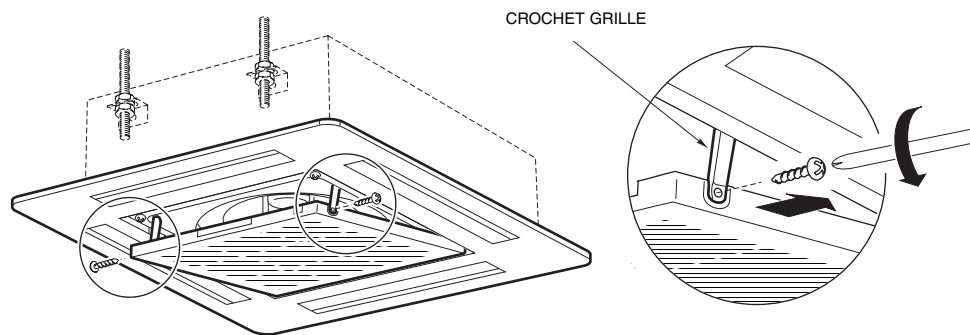

Fig. 20
2. Dévisser et enlever les vis qui bloquent les crochets de la grille (fig. 20), puis l'ouvrir un peu plus jusqu'à un angle compris entre 20° et 40° ; enfin, l'enlever de l'unité interne (fig. 20 et 21).